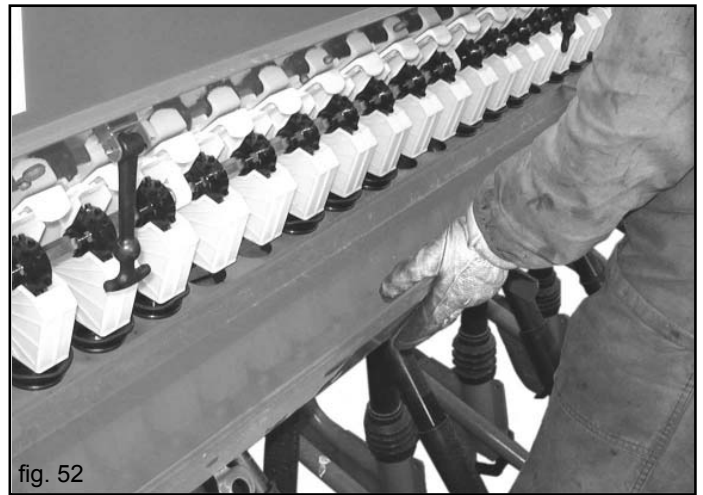

fig. 52
- 2) Die Samenbehälter (Abb. 52) aushängen und sie unter die Samenausgangsstutzen stellen.